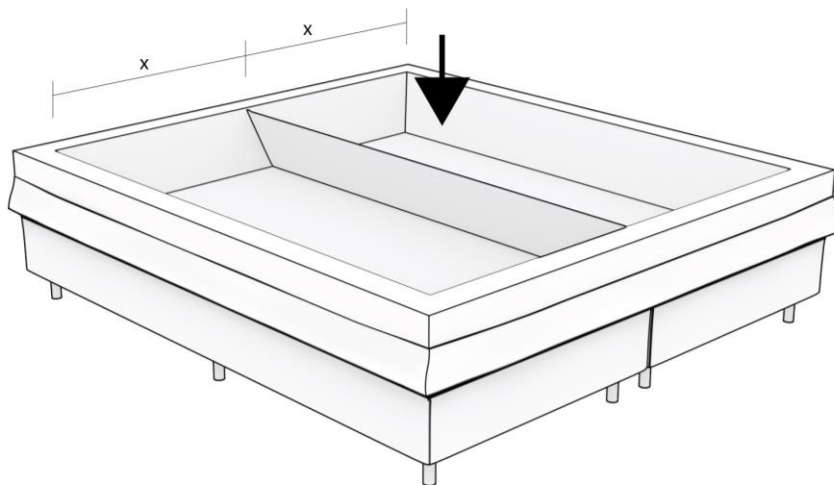

Abbildung 11: Installieren des Dividers.
Schritt 11. Bei einer Duo-Version installieren Sie den Divider genau in der Mitte des Sicherheitsfutters, so dass der Abstand 'x' zum Rand auf beiden Seiten gleich ist, wie in Abbildung 11 dargestellt.